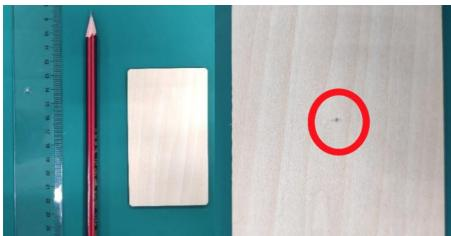

Bild 1 Zeichnen Sie einen Mittelpunkt auf dem gravierten Objekt
- B. Zeichnen Sie mit einem Lineal und einem Bleistift einen Mittelpunkt auf dem gravierten Objekt (Bild 1).